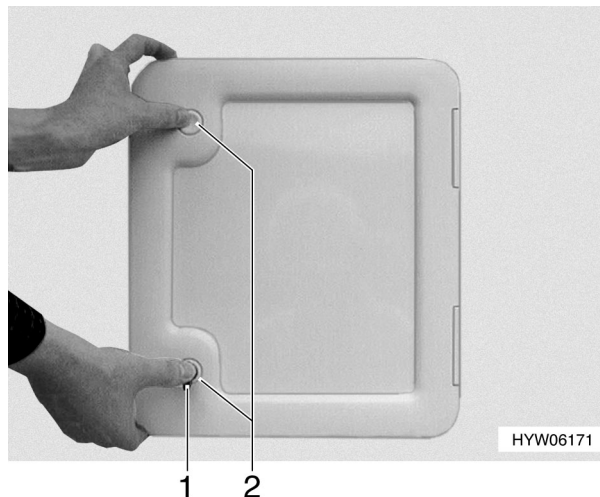

Bild 140 Öffnen der Thetford-Klappe
- Druckschloss (Bild 140,1) mit Schlüssel öffnen.
- Beide Druckschlösser (Bild 140,2) gleichzeitig drücken und Thetford-Klappe öffnen.